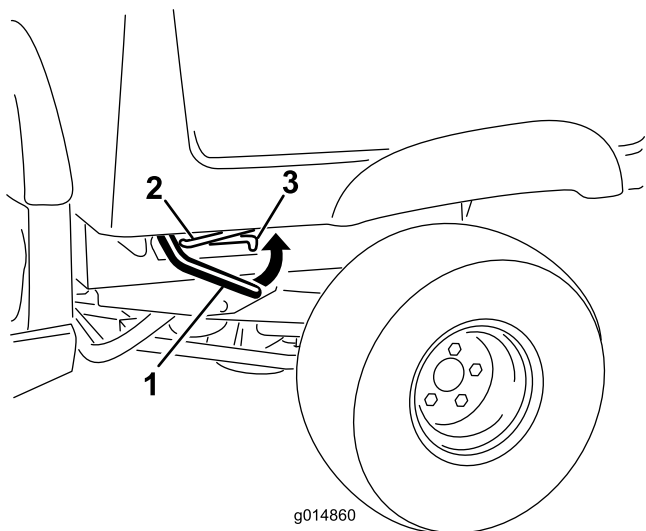

Рисунок 13
1. Поднимите рычаг с любой стороны кузова и поднимите кузов вверх (Рисунок 13).
1. Немного приподнимите грузовой кузов, нажав вверх рычаг фиксатора (Рисунок 13).